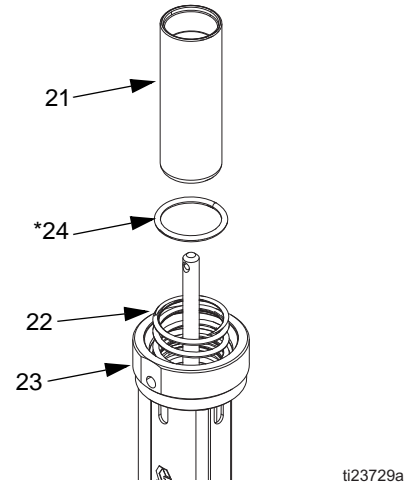

FIG. 15
6. Extraiga el pistón neumático (21) de la parte superior de la base del motor neumático (23). Retire la junta tórica (24*) de la base del motor neumático. Inspeccione todas las piezas, incluido el muelle (22) de la base del motor neumático en busca de daños. Consulte FIG. 15.